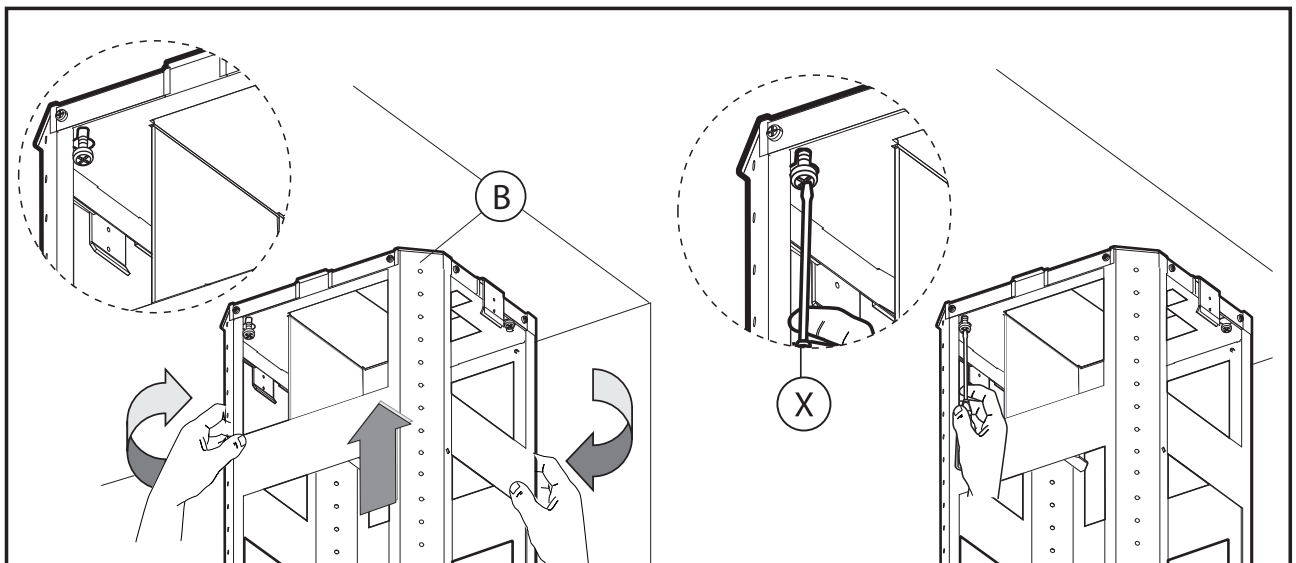

Fig.3
- Tome la parte superior de la estructura **B** (**Fig.3**) e introdúzcala en los 3 tornillos no atornillados completamente correspondientes a los 3 ojales. Haga una ligera rotación para el empotre (**Fig.3**). Atornille el cuarto tornillo **X** y ajuste los otros 3 tornillos restantes para obtener una fijación definitiva de la parte superior de la estructura **B**.
Fig.3: Fijar el desviador de aire **A** sobre el estribo de soporte con el tornillo **B** como es indicado en la ilustración. Una vez que el desviador de aire **A** ha sido fijado, es necesario conectar el tubo flexible (**TUBO CIRCULADOR DE 6" FLEXIBLE DE METAL NO INCLUIDO**).